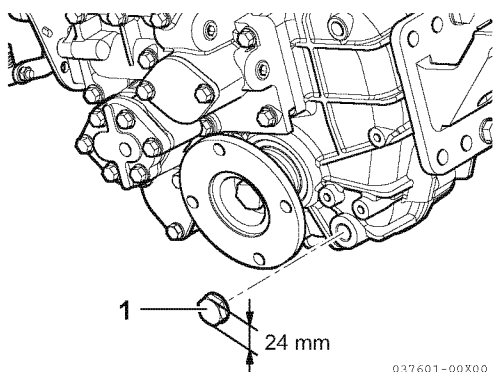

Figure 1
2. Utilisez une clé de 24 mm pour enlever le bouchon de purge M16 (1, **Figure 1**).